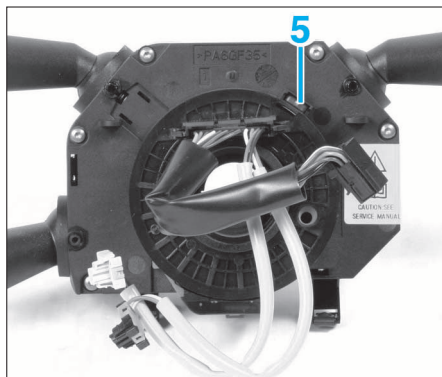

FIG. 6
- dans le cas de remontage d'un nouveau commodo, déposer la languette de protection recouvrant le verrou rouge (5) (Fig.6).